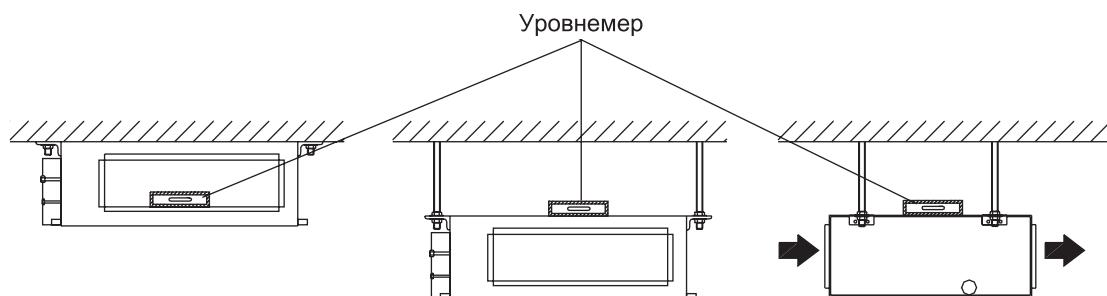

Рис. 10.28 — Выравнивание блока в горизонтальной плоскости
• После установки блока, используя уровнемер, отрегулируйте положение блока в горизонтальной плоскости с помощью крепежных гаек (см. рисунок 10.28).